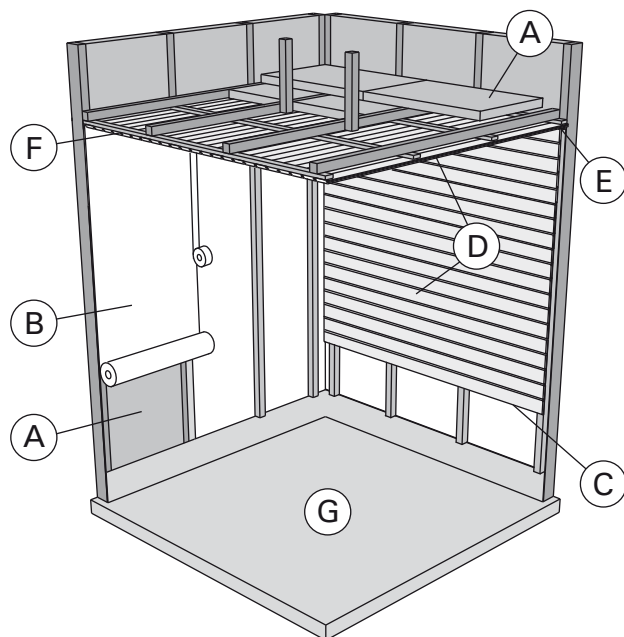

Рисунок 4.
2.1. Устройство помещения сауны (рис. 4)